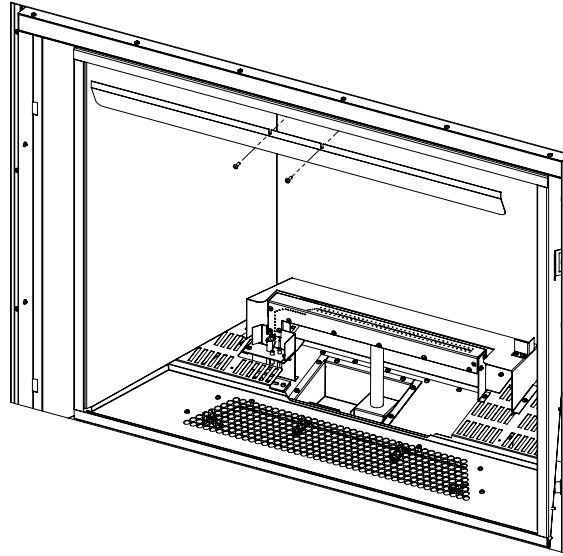

Figure 71: Enlèvement du Déflecteur de Lumière
Étape 2. Retirez le déflecteur de lumière en desserrant deux vis T-20 de retenue (voir Figure 71).